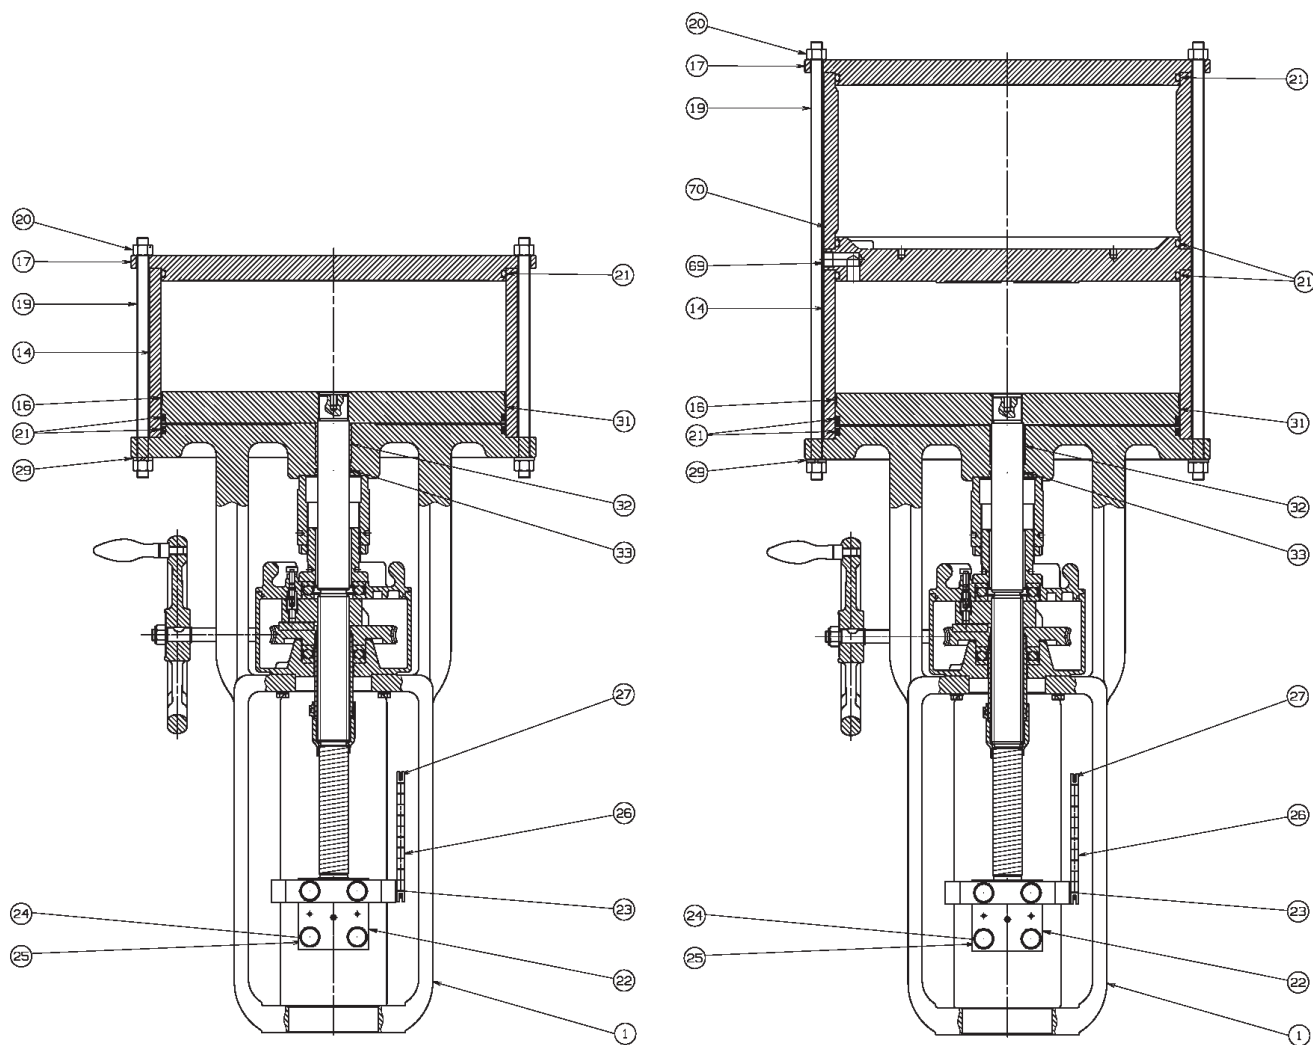
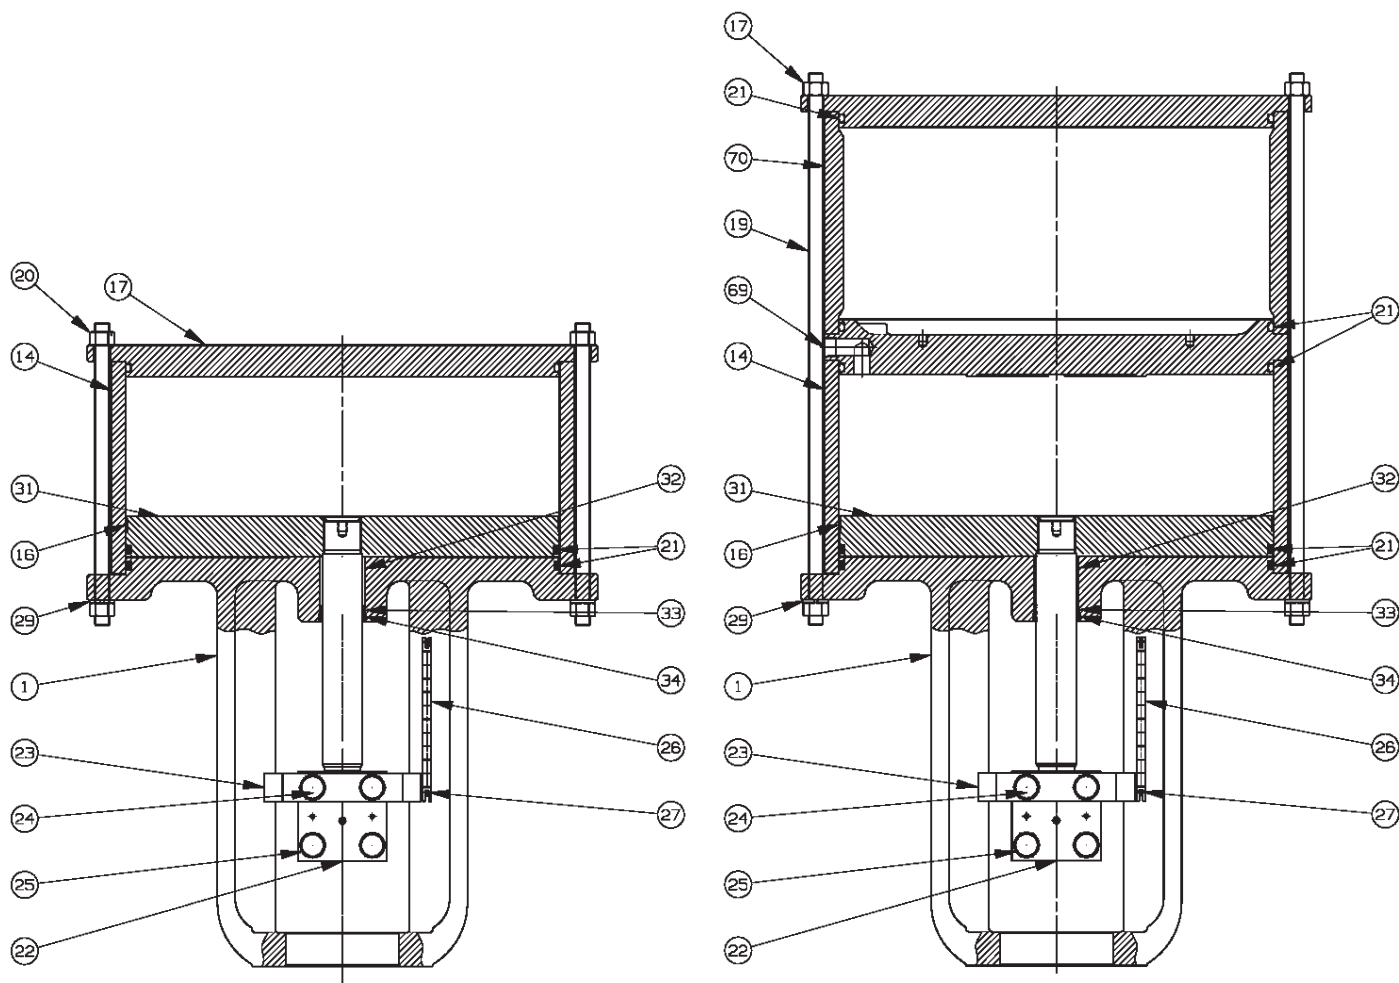

Рисунок 7 – Модель 51 с маховиком, с резервуаром для сжатого воздуха и без резервуара
Рисунок 8 – Модель 51 без маховика, с резервуаром для сжатого воздуха и без резервуара
2. Отсоедините линию подачи сжатого воздуха от верхней площадки (17) и тройника (1) и убедитесь, что в цилиндре полностью сброшено давление воздуха (Рисунок 7 и Рисунок 8).
2. Перекройте подачу сжатого воздуха на привод, изолируйте клапан от технологического давления, чтобы предотвратить перемещение штока (Рисунок 7 на стр. 19).
3. Отсоедините линию подачи сжатого воздуха от верхней площадки (17) и пластины сепаратора (69) и проверьте давление воздуха в цилиндре.
4. Отверните шестигранные шайки (20), снимите пружинные шайбы (29) и центральные болты (19).
- С резервуаром для сжатого воздуха: Снимите верхнюю площадку (17), трубку резервуара для сжатого воздуха (70), пластину сепаратора (69), гильзу цилиндра (14), уплотнительные кольца (21), направляющее кольцо (16).
- Без резервуара для сжатого воздуха: Снимите верхнюю площадку (17), гильзу цилиндра (14), уплотнительные кольца (21), направляющее кольцо (16).
6. Ослабьте установочный винт (55) в адаптере (54) и выверните адаптер (54) из распорной трубки (5).
7. Снимите узел поршня (31).
3. Отсоедините линию подачи сжатого воздуха от верхней площадки (Рисунок 8 на стр. 19).
4. Отверните шестигранные шайки (20), снимите пружинные шайбы (29) и центральные болты (19). Снимите шестигранные шайки (20).
5. Снимите верхнюю площадку (17) и гильзу цилиндра (14), тщательно избегая какого-либо перегиба по горизонтали.